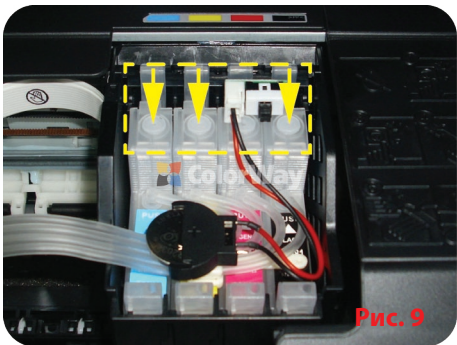

Рис. 9
5.2. Установите блок картриджей от СНПЧ в каретку принтера, обратите внимание, что для этого необходимо больше усилия, нежели при установке оригинальных картриджей. Основное усилие для установки нужно прилагать в районе пробок от картриджей. Картриджи должны быть вставлены до щелчка, каждый язычок картриджа должен быть защелкнут, иначе чип на картридже не будет доставать контактную группу каретки и принтер не распознает картриджи. Отнеситесь к этой процедуре очень осторожно и внимательно. (Рис. 9)